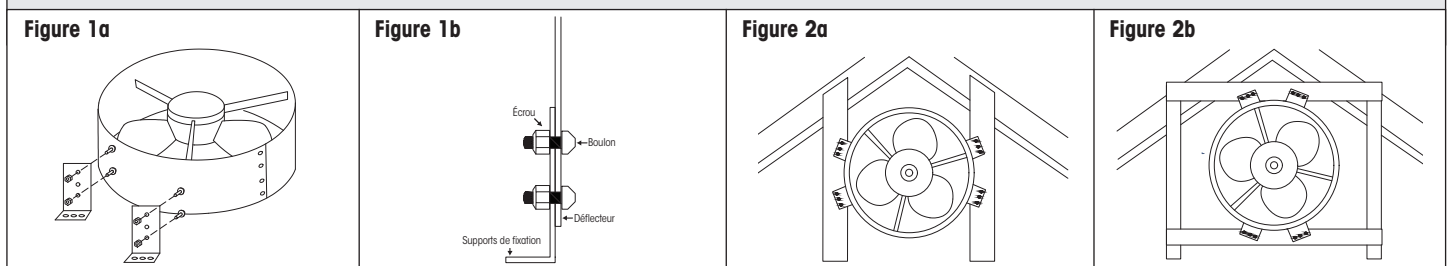

Figure 3a
- 6a. Plug-In.** Plug the fan into a 110v grounded receptacle as shown in figure 3a.
6a. Branchez l'appareil. Branchez le ventilateur dans une prise de 110 V mise à la terre, comme le montre la figure 3a.